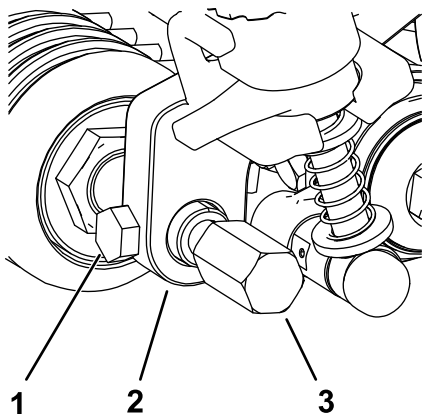

**Figura 23**
5. No lado do conjunto do rolete, prenda o conjunto da barra de montagem do braço de ajuste instalando um parafuso com olhal através da barra do braço de ajuste e no anel de ajuste como se mostra na Figura 23; aperte o parafuso com olhal com 20 a 26 N m.